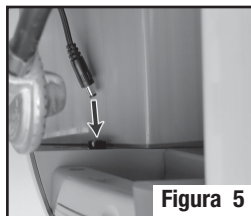

Figura 5
4. Una el cable de extensión de bajo voltaje. Conecte el extremo del conector de bajo voltaje del suministro eléctrico a la parte inferior de la Cabeza de la Aspiradora ubicada detrás del Pedestal Vertical Derecho (Figura 5).